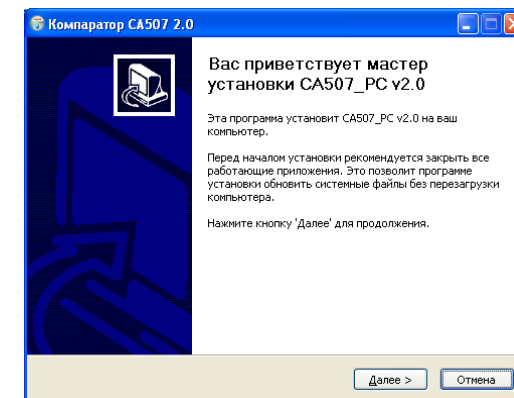

Рисунок 1.3
1) Включить ПК и установить программное обеспечение (ПО), для чего из папки "CA507_PC", размещенной на инсталляционном диске, входящем в комплект поставки, запустить исполняемый файл  setup_CA507_PC_xxx.exe (xxx – версия программы). На экране появится окно мастера установки CA507_PC (рисунок 1.3).
После завершения установки Microsoft .NET Framework на экране появится окно мастера установки CA507_PC (рисунок 1.3).
2) Закрыть все работающие приложения и продолжить выполнение программы установки ПО, для чего щелкнуть по кнопке **Далее** (рисунок 1.3).